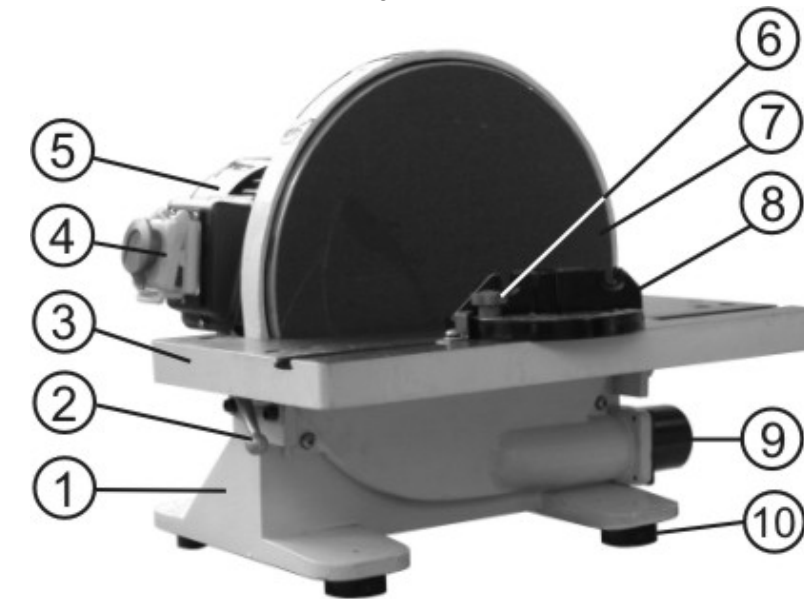

Рис.1
В паз рабочего стола (3) вставьте направляющую пластину транспортера (8), Рис.1.
9. ПОДГОТОВКА К РАБОТЕ (Рис.1)
10.2. Шлифование под углом (Рис.1, 3)
- 10.2.2. Для регулировки рабочего стола (3) поверните ручки фиксации положения стола (2), Рис.1, против часовой стрелки, установите стол (3) на необходимый угол наклона, поверните ручки (8), Рис.1, в противоположном направлении до определённого усилия. Хорошо закреплённый рабочий стол (3) обеспечит высокую точность.